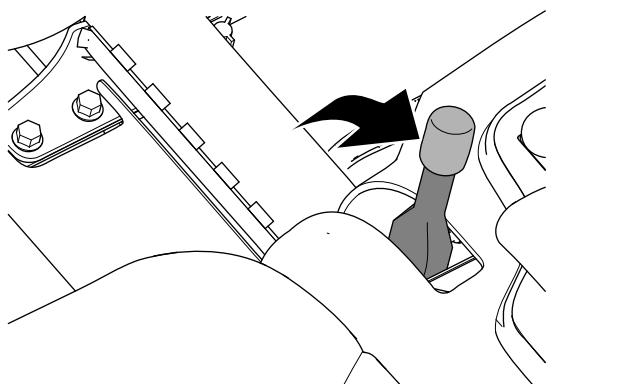

Figura 31
2. Ponga el freno de estacionamiento (Figura 31).